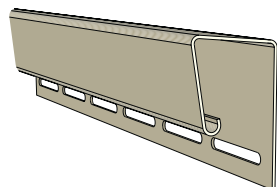

Рисунок 23
12.4 В верхней части стены для завершения крайней панели устанавливается универсальный J-профиль 7/8 (Рис. 23).